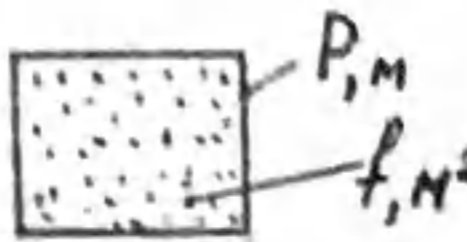

Рис. 6
Для каналов некруглого сечения (рис. 6) приближенный расчет коэффициентов теплоотдачи производится по формулам (II) - (I3), определяющим размером является эквивалентный диаметр